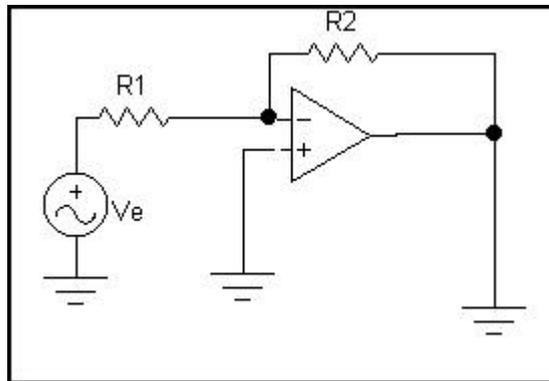

Figure 2
2. Soit le montage de la figure 2.
3.2. Sachant que $V_e' = V_s$, V_s et V_e étant définies sur la figure 2, quelle relation doit être vérifiée par les résistances R_4 et R_5 , afin que $V_{s'}$ soit de la forme $V_{s'} = \beta V_e - E$?